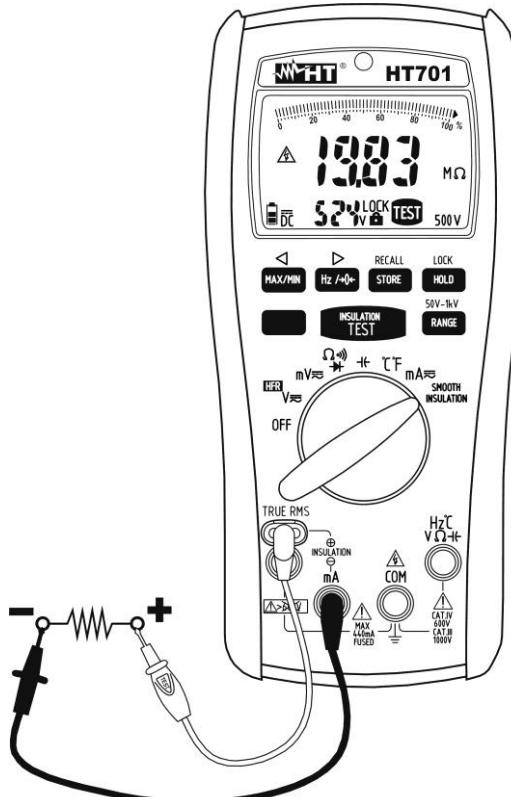

Fig. 10: Uso dello strumento per misura di Isolamento
5. Inserire la sonda remota rossa nel terminale di ingresso " \oplus " ed il cavo nero nel terminale di ingresso " \ominus " (vedere Fig. 10)
6. Posizionare i puntali ai capi del circuito in prova rispettando le polarità positive e negative (vedere Fig. 10). Usare eventualmente i terminali a coccodrillo